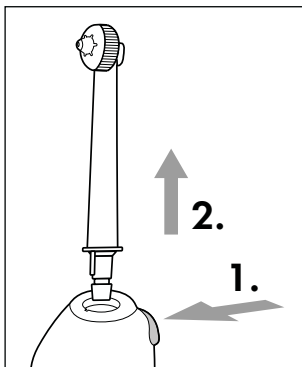

Fig. 3
- ◆ Per togliere la testina **2** premere il pulsante di sblocco **10** del manico **4** e tirare via la testina **2** dal manico **4** (vedere fig. 3).